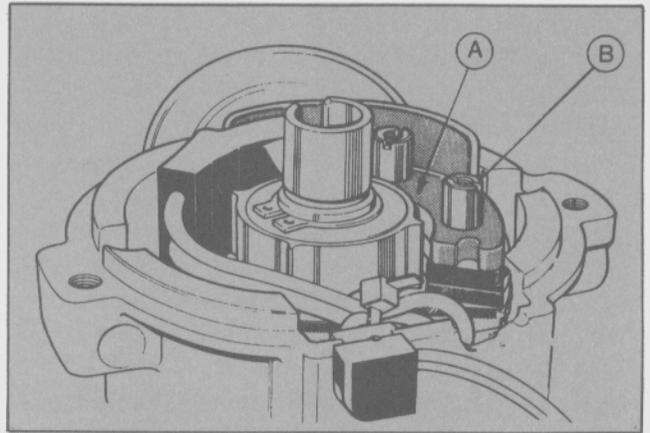

Fig. 35 - Conjunto de plaquetas y bobina captora.
- Introducir el conjunto de plaquetas en el cuerpo del distribuidor, lubricando previamente la zona de pivote con grasa Ford BA-C6AZ-19590-A/B y verificando al introducirla la coincidencia de los orificios donde se instalarán los tornillos de fijación (Fig. 35).
- Posicionar la bobina captora sobre el conjunto de plaquetas y sujetarla con las dos tuercas de fijación correspondientes. No ajustarlas totalmente (Fig. 35).